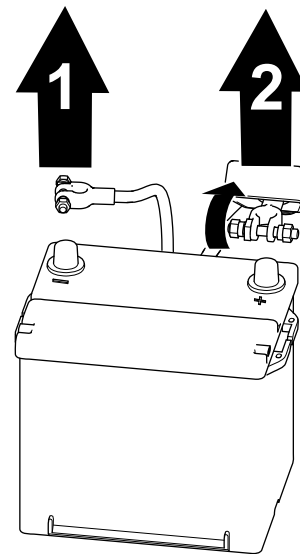

Bild 58
1. Trennen Sie das Minuskabel des Akkus vom Akkupol ab (Bild 58).
2. Heben Sie die Isolierung an und ziehen Sie das Pluskabel des Akkus vom Akkupol ab (Bild 58).